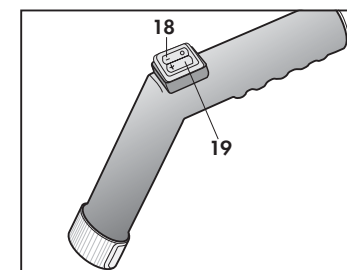

Fig. 10
c) Tras unos 2 minutos desde el inicio del calentamiento en la caldera apretar la tecla roja (18) en la empuñadura (Fig. 10) y purgar el aire eventualmente presente en la caldera y la condensación durante unos 10 segundos.
d) Cuando se enciende el testigo verde (E) el generador está listo para el funcionamiento.